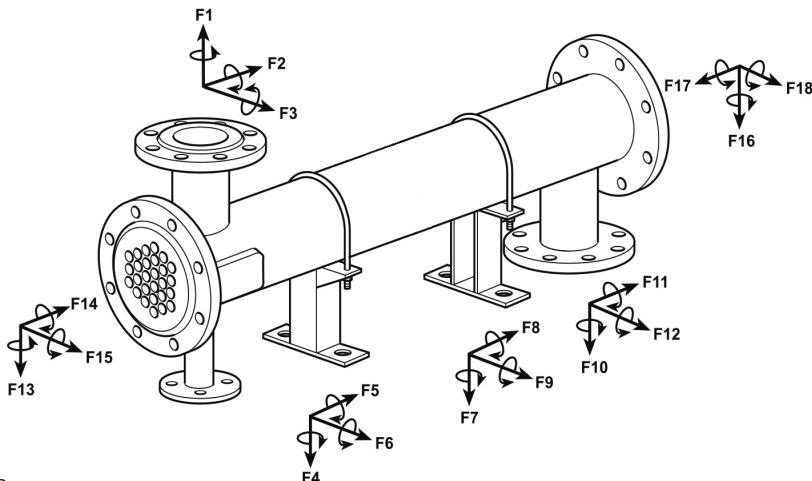

図8
- 4.9** 図8は可能なチューブ接続を示しています。大きな曲がったチューブやフレキシブルな接続を使用することも可能です。